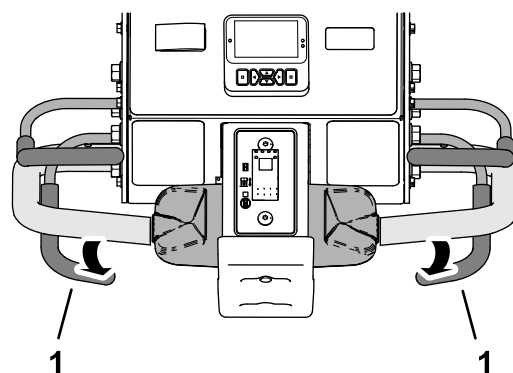

Bild 88
- Lassen Sie den Aerifizierbügel los (Bild 88).